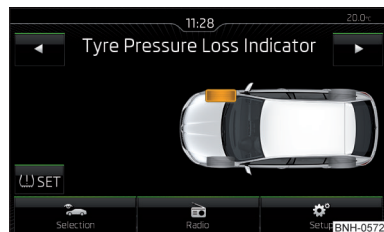

Fig. 133
- ▶ Atingeți suprafața de comandă funcții  SET » fig. 133.
Când lampa de control luminează  în panoul de bord, pe Infotainment se poate afișa anvelopa afectată » fig. 133.